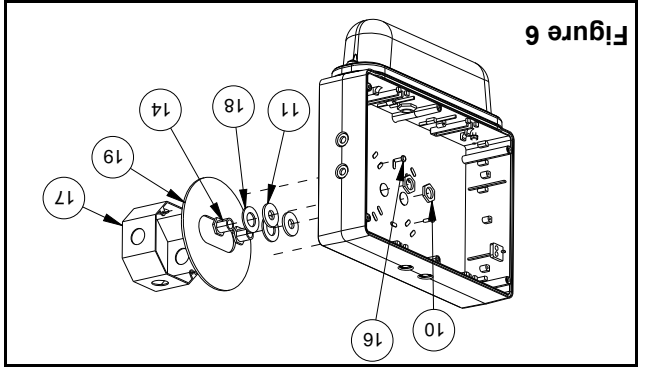

Figure 6
- a. Retirer la plaque arrière de l'emballage. Enlever les trous défonçables appropriés au montage à une boîte de jonction (voir fig. 6).
- d. Assembler les pièces 10, 11, 14 et 18 à la plaque arrière, (voir fig. 6, utiliser l'embout de tournevis fourni).